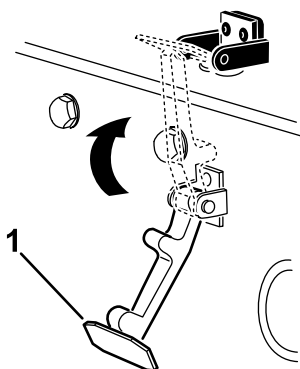

Figura 36
7. Prindeți clichetul capotei pe suportul clichetului capotei (Figura 36).